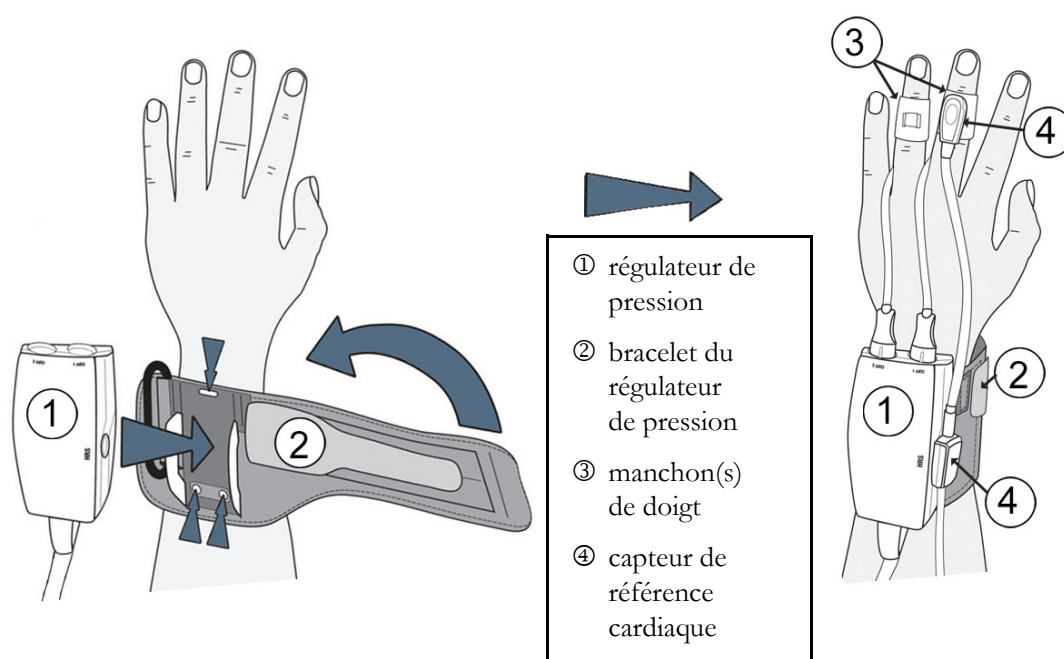

Figure 11-2 Mise en place du régulateur de pression
Le régulateur de pression doit être placé sur le poignet du patient et se raccorde au module HemoSphere ClearSight, au capteur HRS et au(x) manchon(s) de doigt. Voir figure 11-2.
- 1** Enrouler le bracelet du régulateur de pression autour du poignet du patient. Pour la surveillance des patients éveillés, la préférence ira au bras non dominant (figure 11-2, gauche).